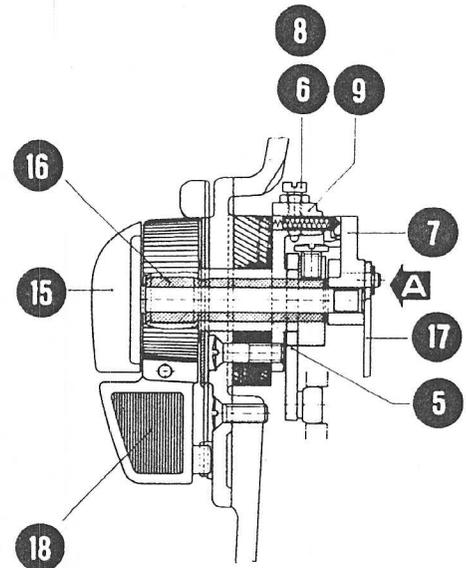

Abb. 6
Nunmehr, d. h. so lange der Zentrierbolzen (2) sich noch in der Kulissenwellenbohrung (1) befindet, wird der Arretierhebel (7) (Abbildg. 5) auf die Mitte gestellt, so dass sich der Links-Mitte-Rechts-Verstellknopf (15) (Abb. 6) in vertikaler Stellung befindet und seine Zeigermarkierung nach oben zeigt. In dieser Stellung ist der Arretierhebel (7)